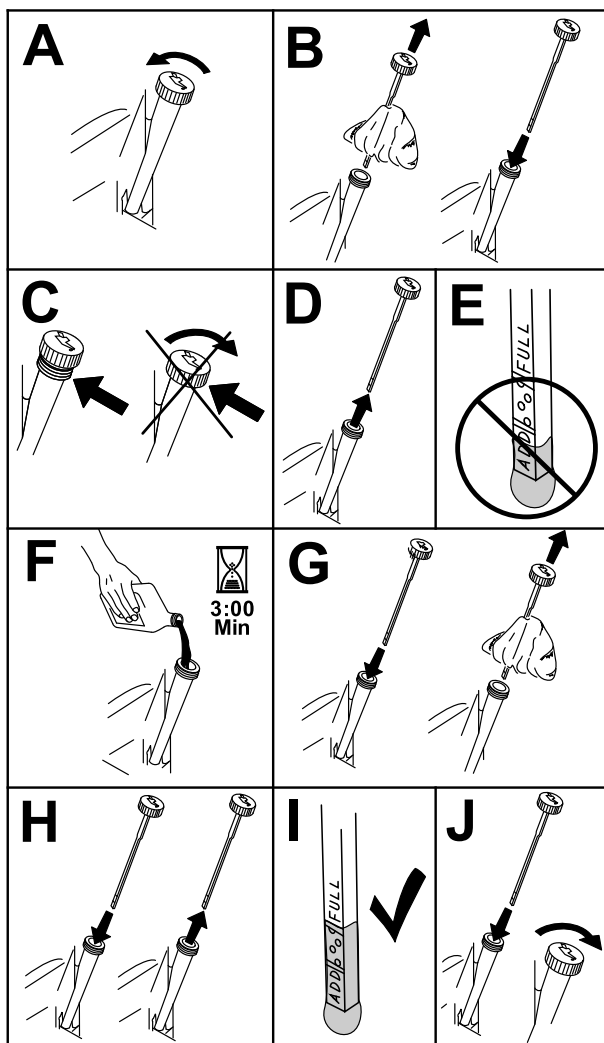

Figura 40
3. Pentru a evita murdăria, iarba tăiată etc. departe de motor, curățați zona din jurul rezervorului de ulei și al jojei înainte de a o scoate (Figura 40).